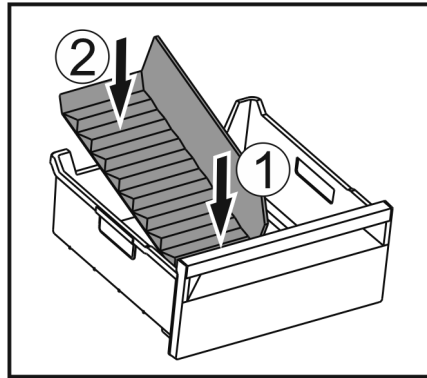

Fig. 170
- Вставити передню частину перегородки відділення для льоду. Fig. 170 (1)
- Опустити задню частину перегородки відділення до дна ящика для кубиків льоду. Fig. 170 (2)